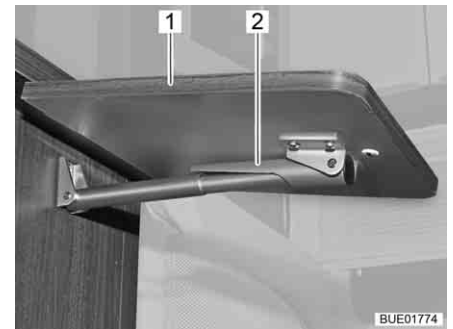

Fig. 123 Tavolo ribaltabile su bancone, sbloccato
- Afferrare il tavolo ribaltabile su bancone (Fig. 123,1) sull'esterno e sollevarlo leggermente. Con l'altra mano spingere verso l'alto il dispositivo di fissaggio (Fig. 123,2) sul supporto telescopico.